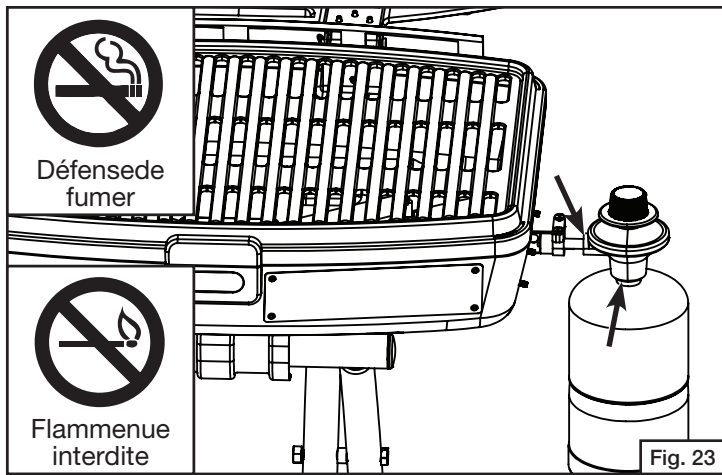

Fig. 23
3. Appliquez la solution savonneuse aux raccords indiqués par les flèches. (Fig. 23) S'il se produit des bulles à ces endroits, il y a une fuite.